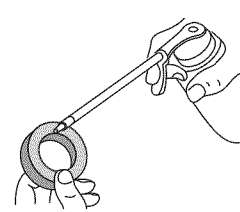

Fig. 23
4. Appliquez suffisamment d'huile SAE 30 propre pour enduire légèrement le filtre (Fig. 23).